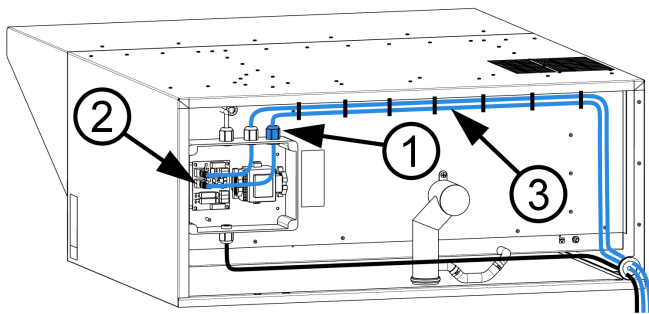

Рисунок 20: Подключение кабелей к разветвителю
С помощью инструментов откройте крышку распределителя зонта. Отвинтите крышку M20 от отверстия для ввода кабеля внутри распределителя. Установите сальник (1) с UTP кабелем (в комплекте) вместо крышки и пропустите разъем кабеля в отверстие (2) на электронной плате в распределителе зонта (рис. 20).
Проведите вспомогательный UTP кабель с помощью втулок и ферритовых зажимов параллельно оригинальному кабелю (3) и закрепите его на оригинальном кабеле с помощью хомутов (в комплекте) (рис. 20).